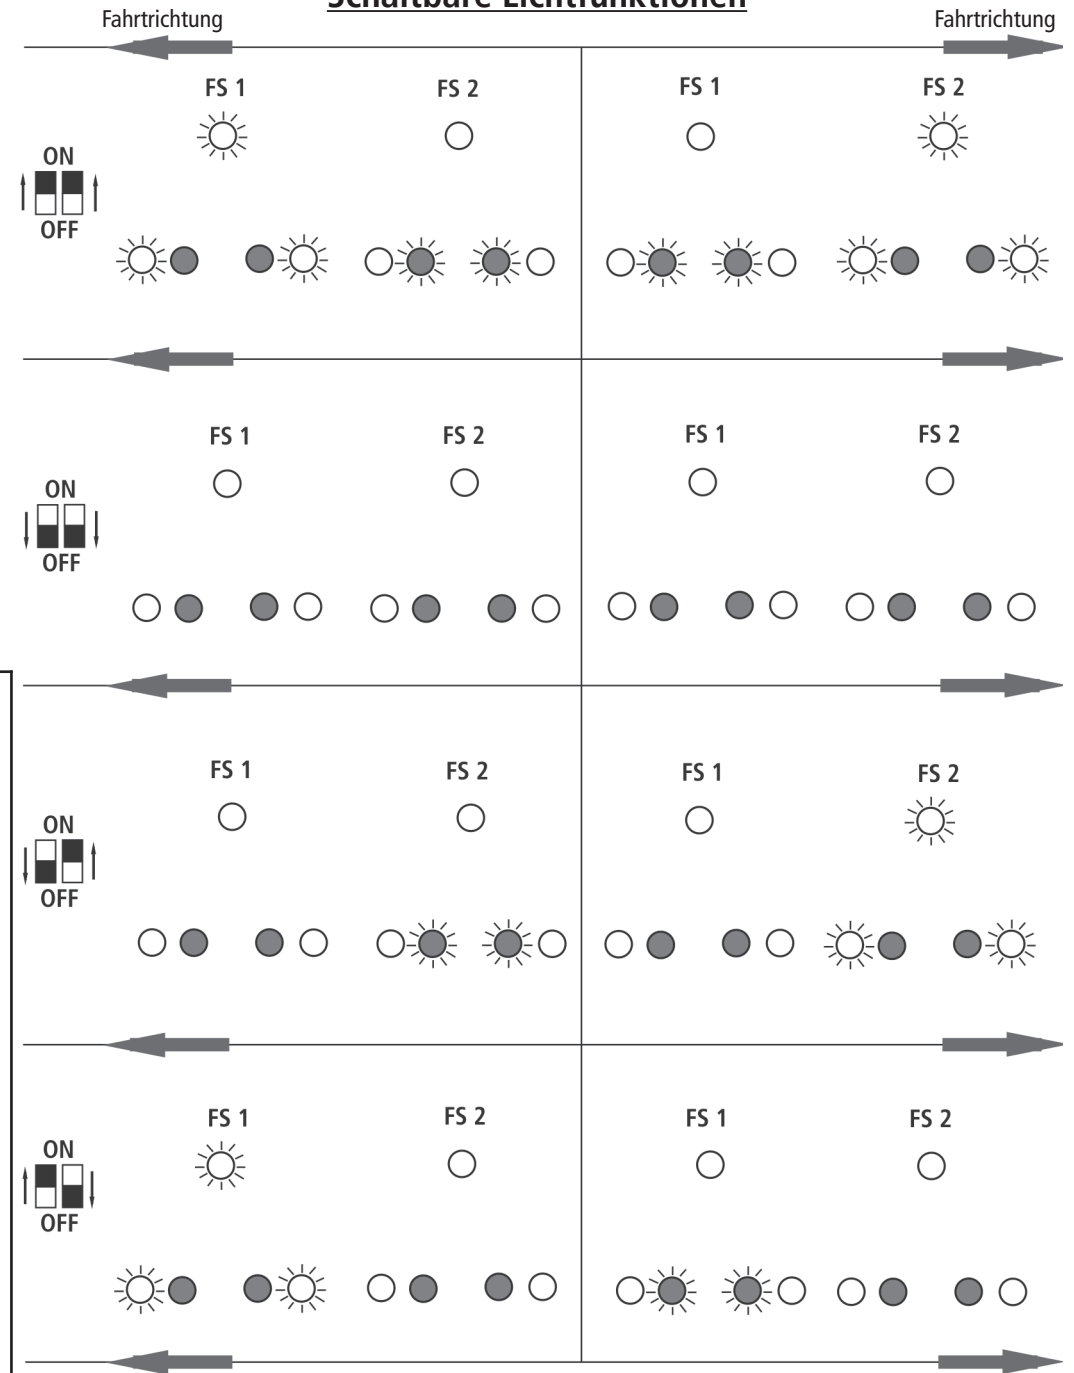

Fig. 6
**Mehrzugbetrieb:** Zuerst Lokgehäuse abnehmen (Fig. 3). Danach den Brückenstecker aus der Schnittstelle entfernen (diesen sorgsam aufbewahren). Danach den Stecker des Dekoders lagegerecht einsetzen (Fig. 6).
**Running in digital mode:** Remove the jumper from the interface. Finally put the plug of the decoder into the interface as shown in fig. 6.
**Exploitation en télécommande multi-trains:** Enlevez la fiche de shuntage de l'interface (à conserver!) et enfichez finalement la fiche du module de décodeur aux prises de l'interface. Veuillez à la position correcte de la fiche (fig. 6).